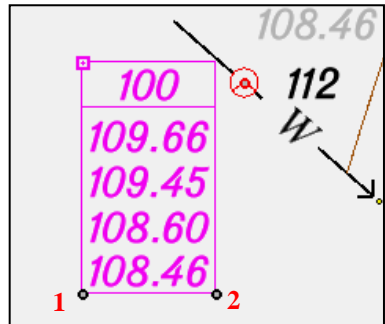

Рис. 7.7
10. Не закрывая метод создания ТТО, можно перемещать и поворачивать подписи объекта интерактивно, захватывая управляющие точки **1** и **2**, и отключать/включать видимость подписей, щелкая курсором по символу  в левом верхнем углу подписи (рис. 7.7).